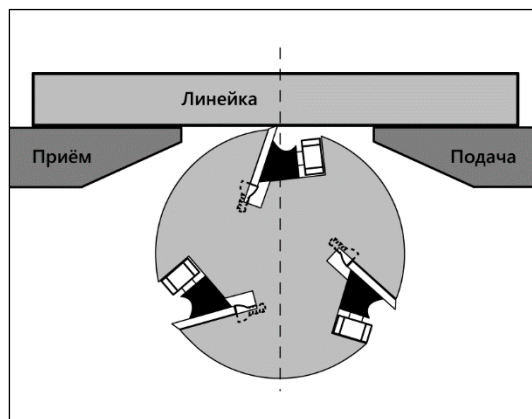

Рисунок 62.
- Отрегулируйте стол подачи так, чтобы он был на одном уровне со столом приема (рис. 62).